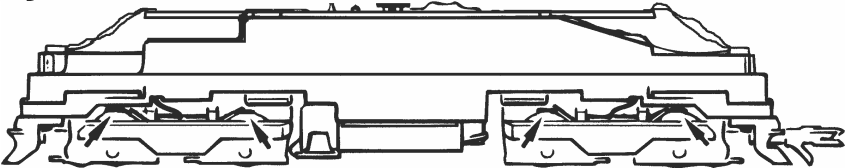

Fig. 8
3. Haftreifenwechsel: den **Radsatz** herausnehmen und die **Haftreifen** mit einer Nadel od. mit einem feinen Schraubendreher abziehen (Fig. 8). Beim Aufziehen der neuen Haftreifen darauf achten, dass diese sich nicht verdrehen.
l'aide d'une aiguille ou d'un tourne-vis fin, les bandages d'adhérence (fig. 8). Lors du montage des nouveaux bandages veuillez veiller à ce que les bandages **ne soient pas tor-dues**.
3. Change of traction tyre: remove **traction tyre** using a pin or a fine screwdriver (fig. 8). When pressing on the new traction tyre please **avoid twisting it**.